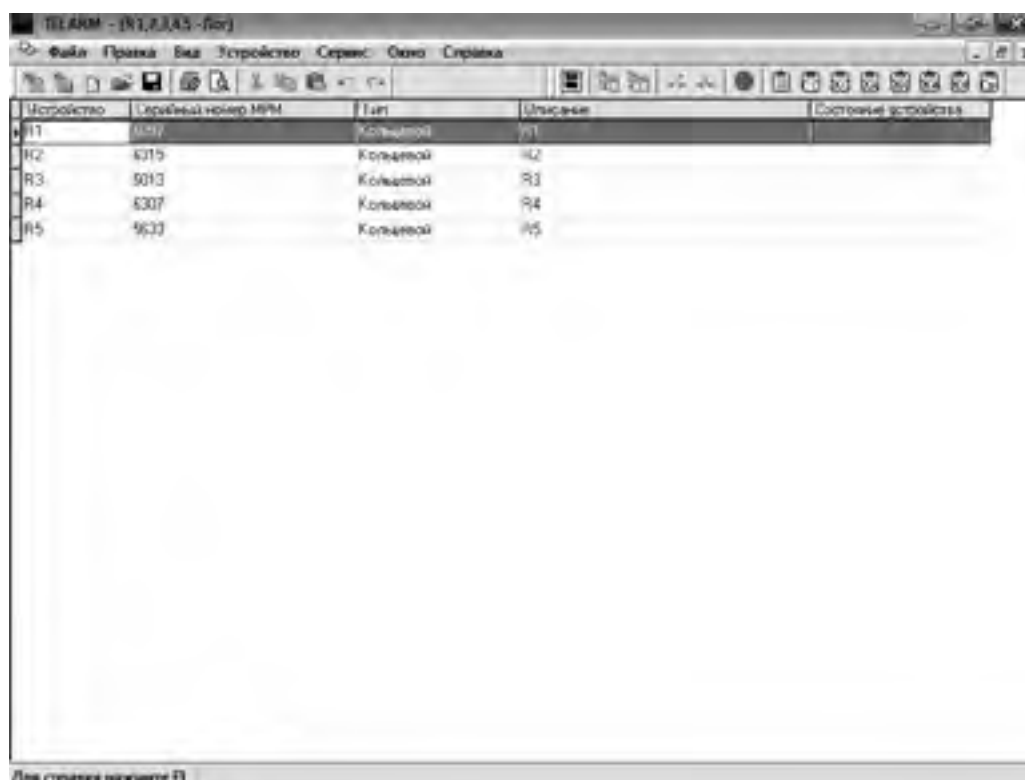

Рис. 4.22. Выбор реклоузера в TELARM Basic
1. Выбрать реклоузер (см . Рис. 4.22) .